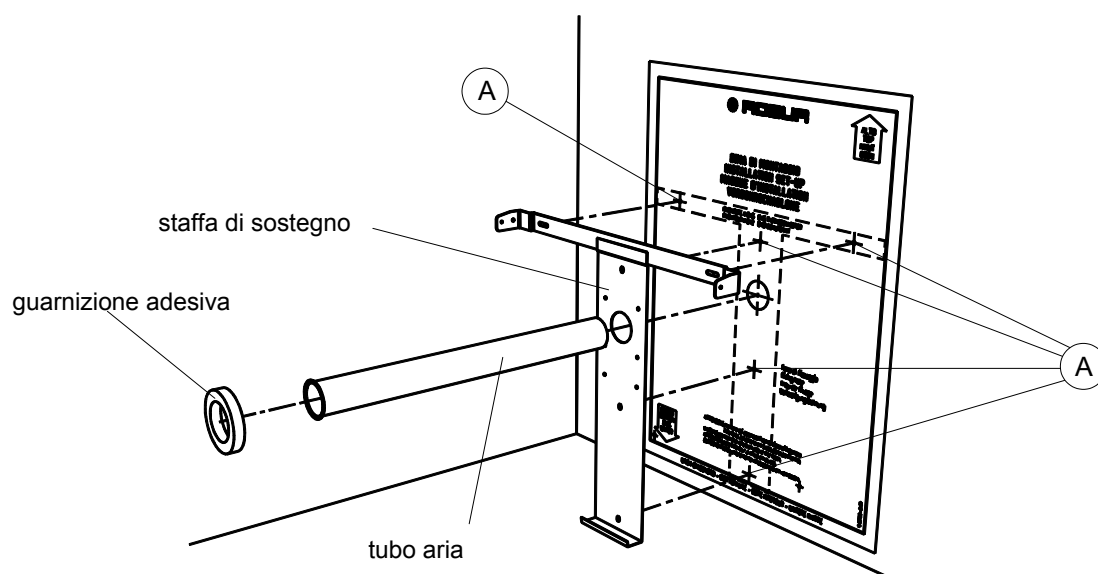

Figura 8 – Posizionamento squadra di sostegno e forature per i modelli 41, 42, 51 e 52
4. Eseguire il foro ($\varnothing 50$ mm) per l'alloggiamento del tubo maggiore e i fori A (vedi, Figura 8) per il fissaggio della staffa di sostegno (eseguire fori da 6 mm per l'inserimento del tassello a corredo).
7. Posizionare la staffa di sostegno ed il tubo aria Ø 49, facendo attenzione che il bordino del tubo vada a battuta sulla staffa medesima (vedi Figura 8).
8. Fissare la staffa con le viti e posizionare la guarnizione adesiva intorno al foro (vedi Figura 8).